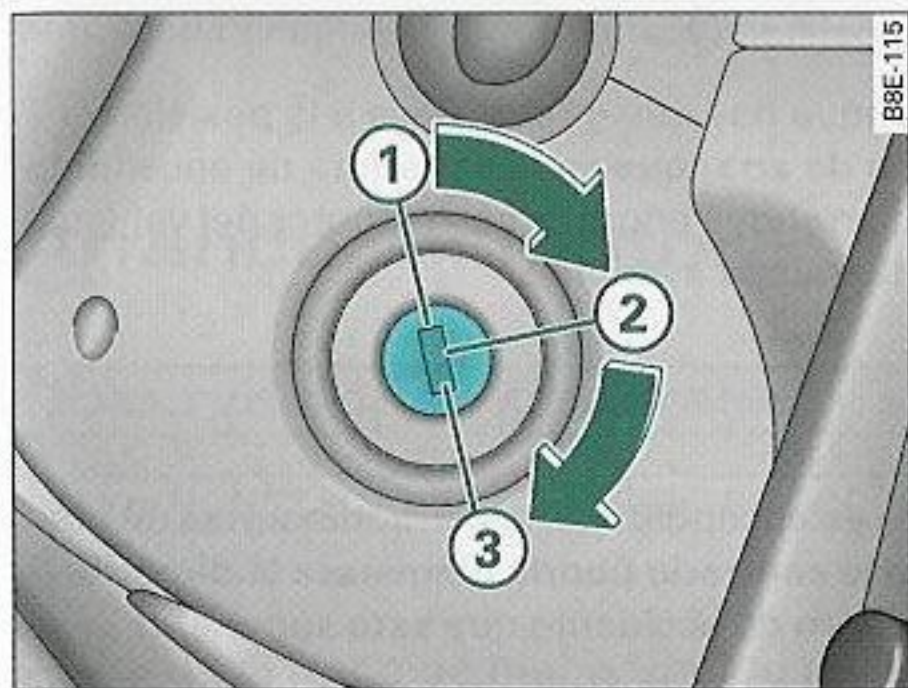

Fig. 143 Posiciones de la cerradura de encendido
En la posición ⇒ fig. 143 ① el encendido está desconectado y el motor parado, y puede bloquearse la dirección
- Gire la llave de encendido a la posición ③ ⇒ *página 161, fig. 143* pero no acelere al hacerlo.
- Gire la llave de encendido a la posición ① ⇒ *página 161*, fig. 143.